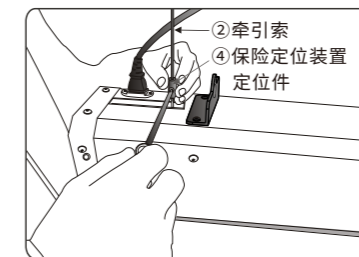

图30
- a.升限保险定位装置为触动式结构,是由定位件及保险执行机构组成(请参照银幕结构图示)。设置保险定位装置定位件时,将定位件上的调节螺丝拧松,根据您的需要,把定位件向上或向下移动,移到合适的位置,再将调节螺丝拧紧即可(如图30)。